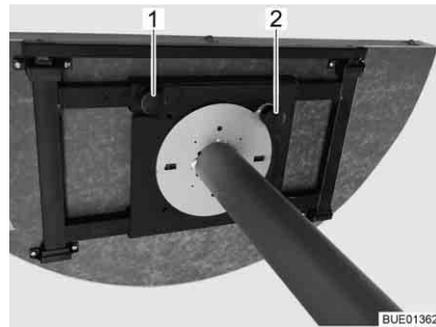

Fig. 98 Tavolo fisso (dal basso)
- Svitare la vite a testa cilindrica zigrinata (Fig. 98,1).
- Tirare il pomello di regolazione (Fig. 98,2).